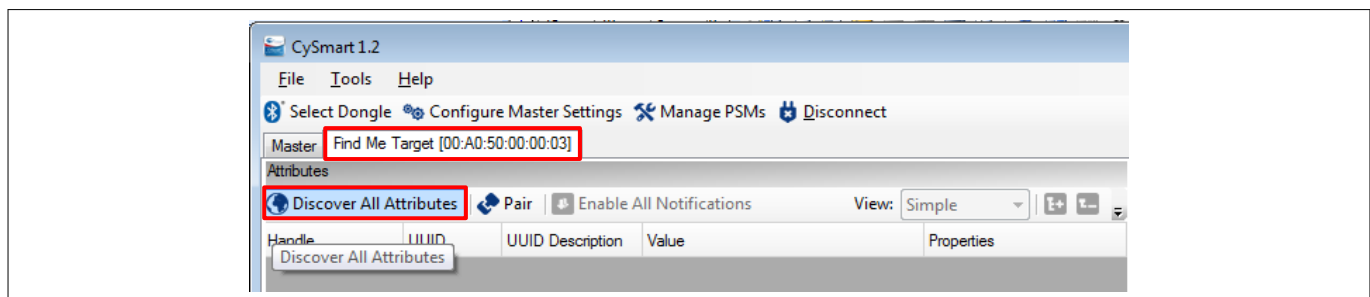

図 59 CySmart での属性検出
- 図 59 に示すように、接続後、**Find Me Target** デバイスタブに切替え、CySmart ホストエミュレーションツールで開発するデザインのすべての属性を検出します。